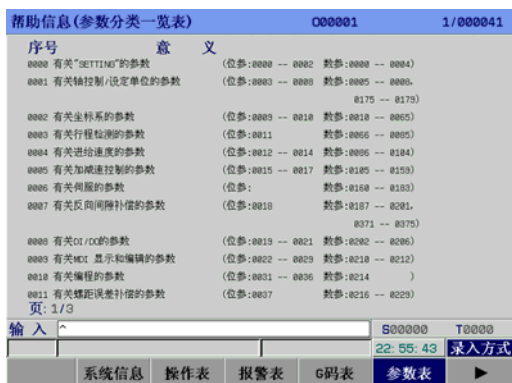

图3-9-6
5、参数表界面 在<帮助>界面按【参数表】软键进入帮助信息（参数/诊断表）界面。见图 3-9-6：